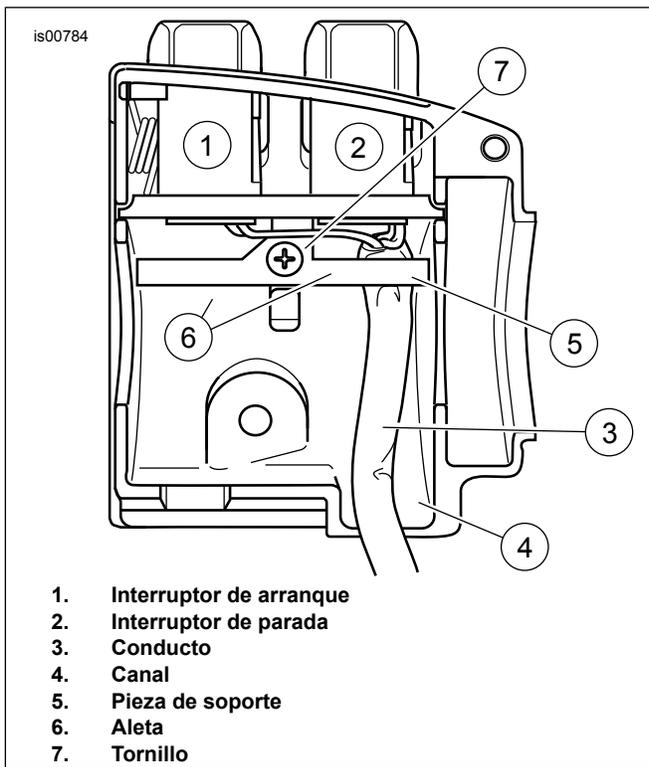

Figura 10. Caja superior de interruptores del manillar derecho
1. Vea Figura 10. Coloque el conjunto de interruptores y la pieza de soporte (5) dentro de la cavidad de la caja cromada superior. Alinee el agujero en la pieza de soporte con el agujero con rosca en el saliente. Asegúrese de que la pieza de soporte esté completamente asentada. El escalón en el borde del saliente atrapa el borde inferior de la pieza de soporte mientras que las lengüetas en cada lado de la pieza de soporte encajan en las ranuras en la caja.
2. Instale el tornillo (7) para asegurar la pieza de soporte en el interior de la caja. Compruebe que la aleta de la pieza de soporte (6) en el lado del interruptor de parada del motor (2) atrape el borde del conducto (3).